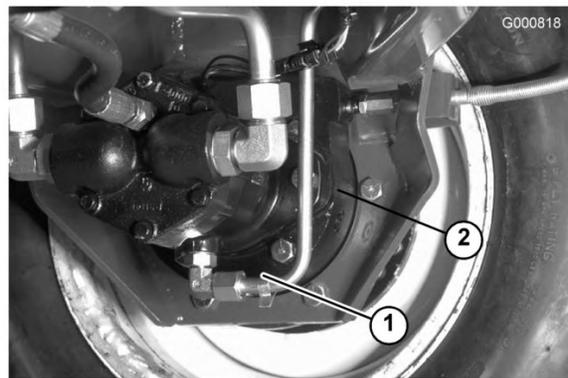

Figura 66
2. Togliete il tappo dal ruotismo planetario (Figura 65) e controllate il tappo sul lato posteriore del freno (Figura 66).